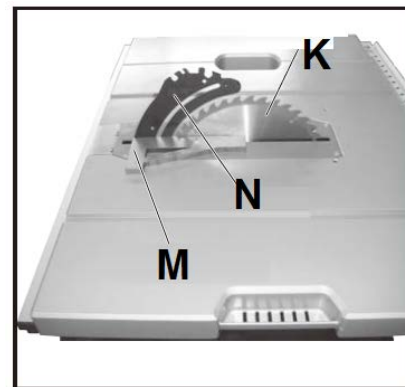
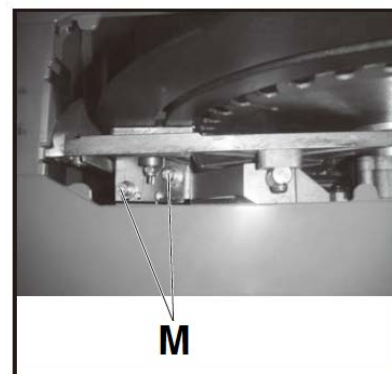

Рис. 22
Рис. 23
Проверка взаимного расположения расклинивающего ножа и пильного диска и их выравнивание (Рис. 22-Рис. 23)
- Снимите стопоры для предотвращения отскока заготовки и узел защитного ограждения пильного диска. Приложите угольник или поверочную линейку одновременно к пильному диску и расклинивающему ножу (K, N, Рис. 22).
- Пильный диск и расклинивающий нож выровнены, когда угольник (M, Рис. 22) равномерно прилегает к диску и ножу без зазоров.
- Ослабьте винты, крепящие кронштейн (См. Рис. 23).
- После выравнивания надежно затяните винты (M, Рис. 23).